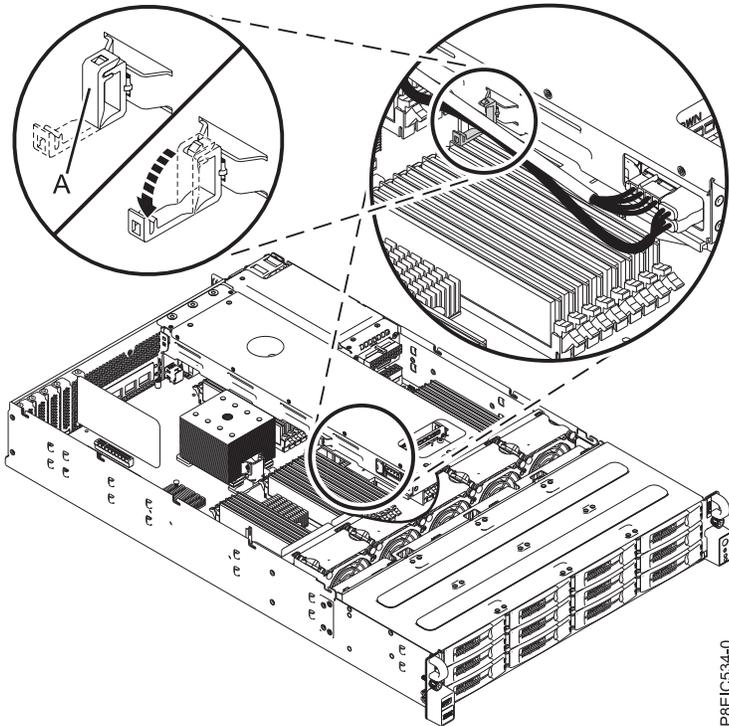

Figure 17. Retrait des cordons à l'aide de la patte de câble
3. Retirez le cordon d'alimentation et le cordon d'interface d'unité de la patte de câble (A) sur le côté du tiroir d'unité arrière, comme illustré dans la figure 17, à la page 18.